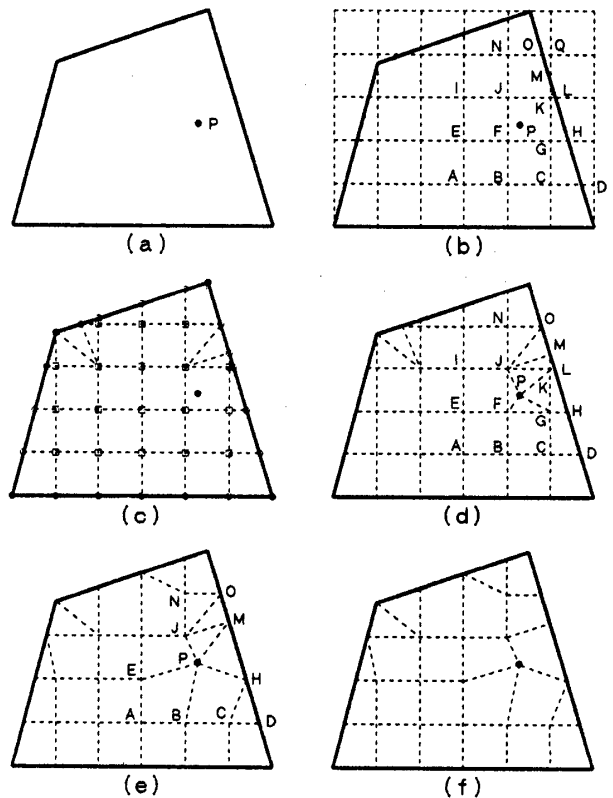

図2 実例
2. 処理手順 内部に節点を指定した場合も含め全体の処理の流れを図1に示し、次に流れに沿った図2の実例を利用して説明する。
点の指定 本手法では最初に対象物の形状データを2次元CAD²⁾の図形ファイルから読み込み、グラフィックディスプレイ上に表示し、あらかじめ節点とする点Pを指定する。図2(a)の対象物に黒丸の節点を指定したとする。このとき対象物に穴となる部分が含まれるときは、穴部を形成する辺群を外周を形成する辺群と自動的に区別する。
2.2 格子の作成 一方の軸方向に関して分割する分割数または分割幅を入力し、他方の軸方向には全ての格子ができる限り正方形に近くなるように分割幅を決定し、対象物の上に格子を描く。またこのとき部分的に細かい要素分割が必要なときは、その領域を指定する。この場合細分割が必要ないとすると、図2(b)が得られる。
2.3 ループの作成 対象物の外形線と格子線でループを作成する。図2(b)ではGHLK, JKMO
MONにみられるように5角形のループを含んでいるので、5角形以上のループを三角形または四角形に分割する。図2(c)に分割した結果を示す。
2.5 要素候補の合体 前段階までで作成した要素候補は、形がいびつであったり、小さすぎたりし、要素の形状として好ましくないものがいくつか含まれている。そこで、あらかじめ全ての節点を、1) 移動できない点、2) 外形線上を移動する点、3) 移動できる点に区別し、節点を移動消滅させて、好ましい形状にする。最初に、隣接する節点の距離が一定以下であれば合体する。実例の図2 (d) では、例えば節点K, Lは節点Mに、節点Gは節点Hに、節点Fは節点Pに合体する。この処理で、図2 (e) の要素分割が得られる。次に、要素候補の面積が一定以下の場合には、隣接要素と合体する。実例では、三角形J P Mと三角形M P H, 三角形N J Oと三角形J M Oを合体する。以上の合体により、最終的に図2 (f) の要素分割が完成する。この要素分割でも不十分なときは、本システムでは手入力により修正できるが、自動的な分割はここまでである。